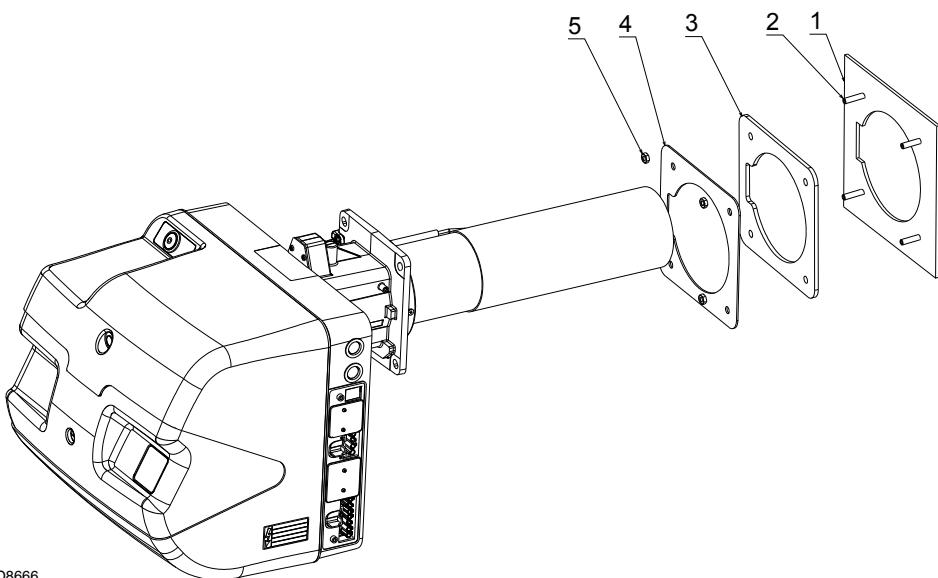

Fig. 9
- Avvitare i prigionieri 2)(Fig. 9) alla piastra della caldaia 1)(Fig. 9).
- Posizionare lo schermo refrattario 3)(Fig. 9) e la guarnizione in gomma siliconica 4)(Fig. 9).
Fissare la flangia 4)(Fig. 9) alla piastra della caldaia ed avvitare i dadi 5)(Fig. 9).